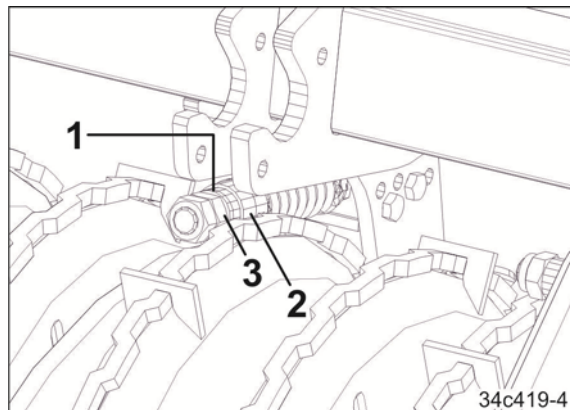

Fig. 165
2. Sæt 1 til 2 udligningsskiver (Fig. 165/1) i mellem bøsning (Fig. 165/2) og sekskantmøtrik (Fig. 165/3).